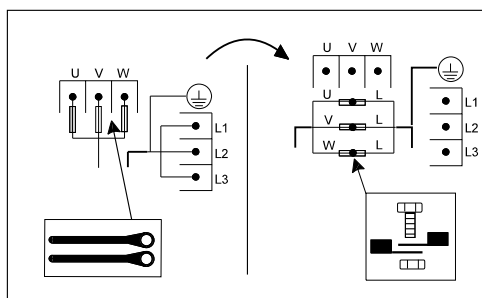
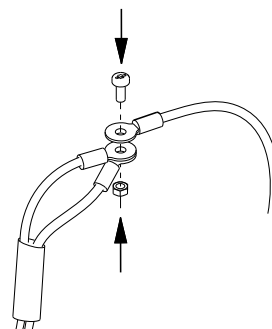

Рис. 75 Табличка аварийного режима на крышке клемм электродвигателя
Рис. 76 Соединение проводников электродвигателя (двух) и проводника питания
Аварийный режим работы показан на табличке, установленной на крышке клемм электродвигателя. См. рис. 75.
4. Соедините проводники, как показано на табличке на крышке клемм электродвигателя. См. рис. 75. Используйте винты клемм питания и гайки клемм электродвигателя. См. рис. 76.